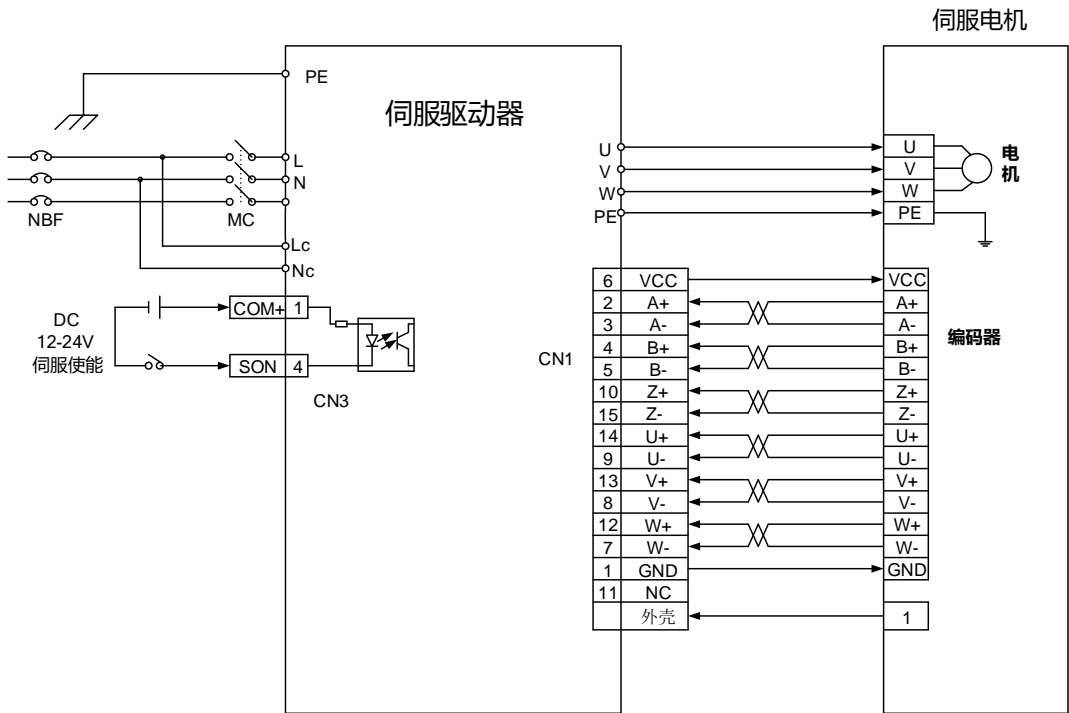

图 7.1 试运行接线图
- 按图 7.1 接线，主电路端子，单相 AC220V 接 L、N 端子。